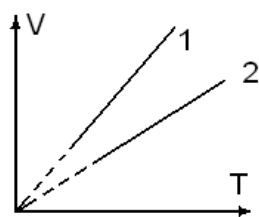

Рис. 6
1. а) Какой закон изображен на графике (рис. 6)?